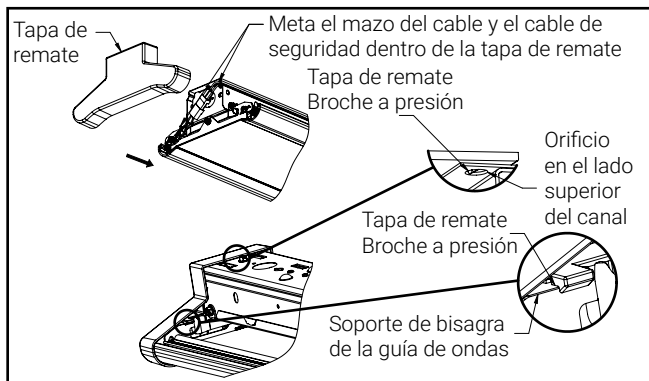

Figura 6
6. Quite la película protectora de la guía de onda. Retire las tapas de remate de la caja de piezas e instálelas en la luminaria. Meta el mazo del cable y el cable de seguridad durante la instalación. Los broches a presión de la tapa de remate (3 lugares) deben encajar completamente en el soporte y el canal de la guía de ondas. Primero coloque la tapa de remate inferior sobre la guía de ondas, luego gire la tapa a la posición vertical y presione para enganchar los broches a presión. (Figura 6)